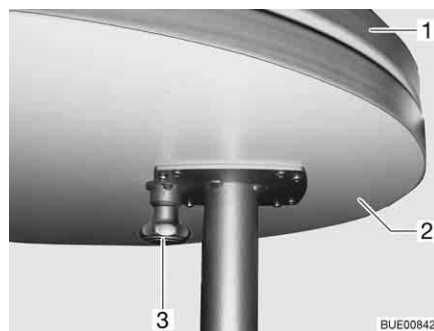

Bild 95 Ausschwenkbare Tischverlängerung
Tisch vergrößern: ■ Knopf (Bild 95,3) der Verriegelung nach unten ziehen und Tischverlängerung (Bild 95,2) herausschwenken.
- Tischverlängerung (Bild 95,2) unter Tischplatte (Bild 95,1) schwenken, bis die Verriegelung hörbar einrastet.